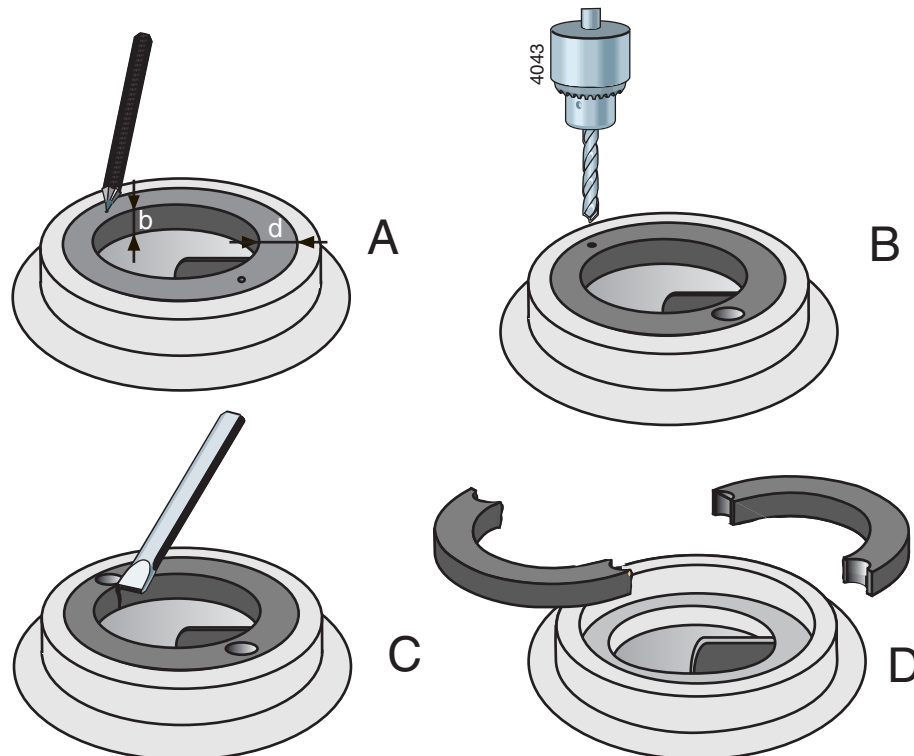

Figura 19: Desmontaje del anillo de desgaste estacionario
- 1 Mida el espesor (d) y el ancho (b) del anillo, consulte figura 19 A.
- 2 Realice un orificio de centrado en mitad del borde del anillo en dos puntos opuestos, consulte figura 19 B.
- 3 Utilice una broca con un diámetro algo inferior que el grosor (d) del anillo y realice dos taladros en éste, consulte figura 19 C. La profundidad del taladro no debe superar el ancho (b) del anillo. Procure no dañar la superficie de contacto de la carcasa de la bomba.
- 4 Corte mediante un cincel el resto del grosor del anillo. Ahora puede retirar de la carcasa de la bomba las dos mitades del anillo, consulte figura 19 D.